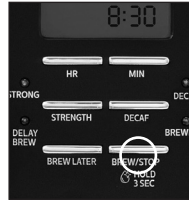

Figura 10
5. Presione el botón CLEAN (limpieza ) para que el indicador del botón se ilumine sólido. La solución de limpieza preparada comenzará a colarse en la cafetera. (Figura 10)